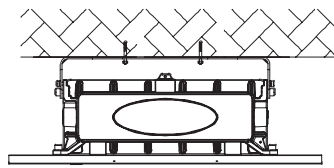

Figure 5
5. Hang the fixture into the lifting hook or chain and protect it from falling.(Figure 5).
7. After installation, please wire in accordance with local connection standard, and make sure to take waterproof measures at the joint of conduit. Users can adjust 30-60-90 degree to left or right from vertical downward direction by adjusting the screw on the bracket. (Figure 5. Figure A).
5. Accrochez l'appareil au crochet de levage ou à la chaîne et protégez-le contre les chutes (Figure 5).
7. Après l'installation, veuillez câbler conformément aux normes de connexion locales, et assurez-vous de prendre des mesures d'étanchéité au niveau de la jonction des conduits. Les utilisateurs peuvent ajuster 30-60-90 degrés à gauche ou à droite de la direction verticale vers le bas en ajustant la vis sur le support. (Figure 5. Figure A).